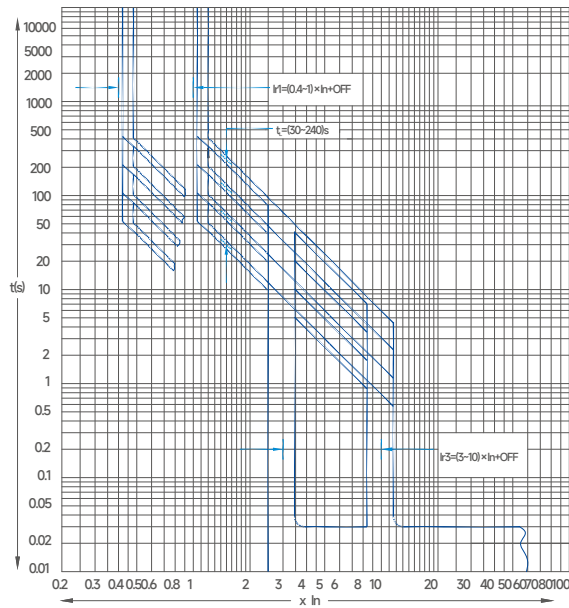
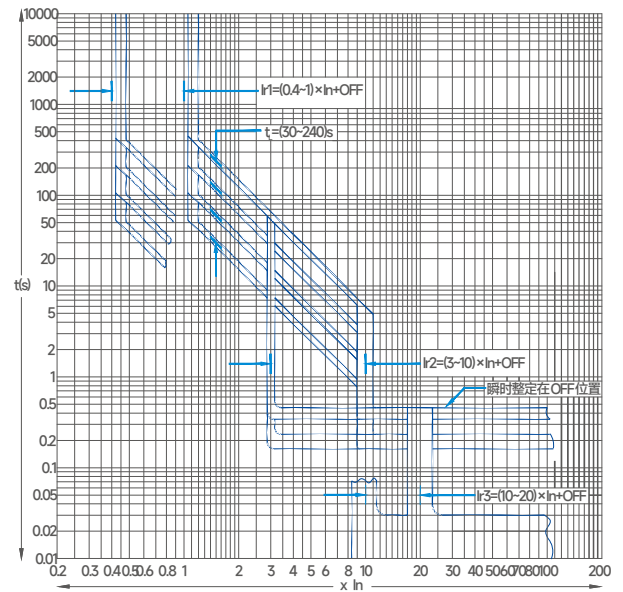
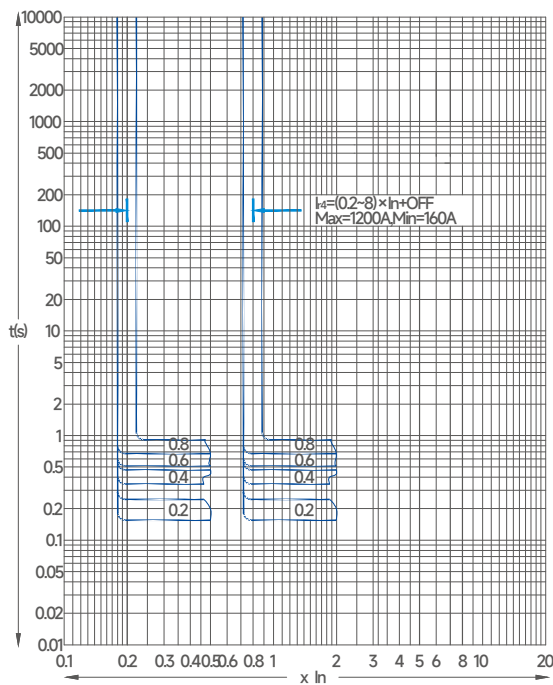

图1 L2型长延时、瞬时动作保护特性
图2 L3型/L4型长延时、短延时、瞬时动作保护特性
图3 L4型接地故障保护特性
1.4 L型控制器技术数据见表8，过电流脱扣保护特性见图1、图2，接地故障保护特性见图3。